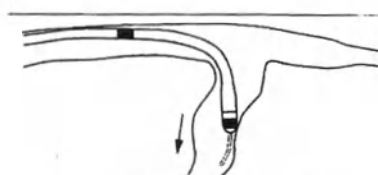

Рисунок 16.
2. Если коронарный проводник отведён назад, снова введите его через уплотнение кончика электрода и проведите ещё дальше в кардиальную вену. Проведите электрод по коронарному проводнику в кардиальную вену (Рис. 16).